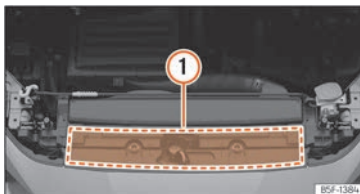

Abb. 184 Im Motorraum: Position des Aufklebers mit Motoröl-Spezifikationen
>>> [Abb. 184] ①. Bei Verwendung des empfohlenen Motoröls kann das Motoröl so oft wie erforderlich nachgefüllt werden.